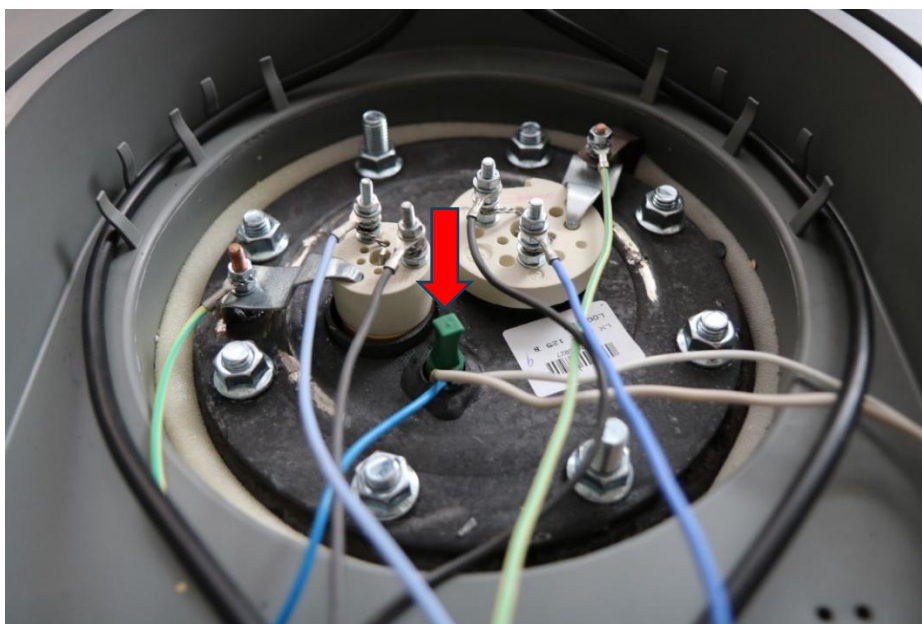

Abbildung 3: Öffnung für Thermostate und Sensor
Die im Werk vorgenommene Elektroinstallation (siehe Abbildung 3) darf nicht geändert werden! Die elektrischen Teile des Boilers haben die Schutzklasse IP 44.
6. Der korrekte Sitz des Gummistopfens und ggf. die Anordnung der Sensoren der Betriebs- und Sicherheitsthermostate überprüfen. Die Sensoren müssen in der Fassung bis zum Anschlag eingesteckt sein, in der Reihenfolge zuerst die Betriebssensoren dann der Sicherheitssensor. Anschließend wieder mit dem Gummistopfen sichern, siehe Abbildung 3.